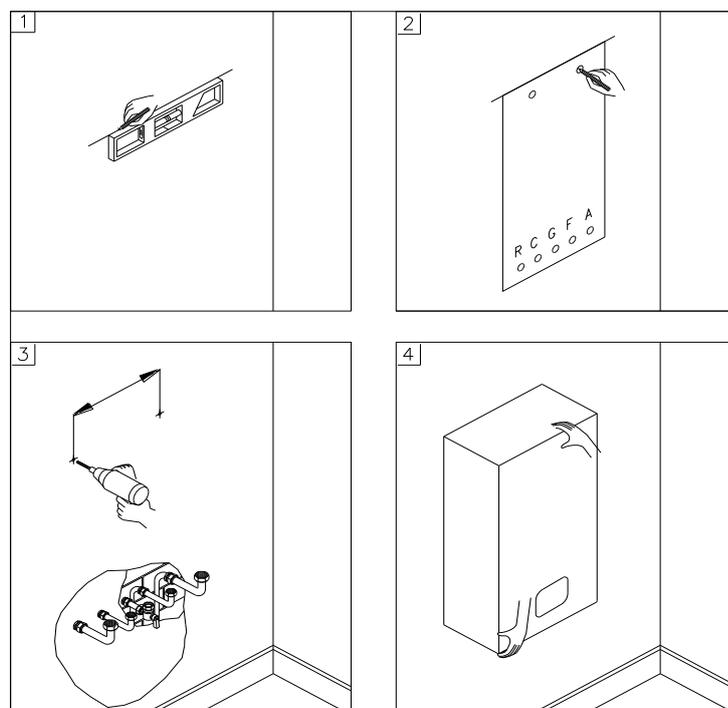

Fig. 2
Pendant le fonctionnement de la chaudière, il est possible de visualiser 2 niveaux de puissance relatifs au degré de modulation de la chaudière (voir figure 2)
Pour le montage, procéder comme suit (voir fig. 2) :
- Le conduit d'évacuation doit être perpendiculaire au mur interne opposé à la cheminée ou au conduit d'évacuation des fumées (fig. 2);